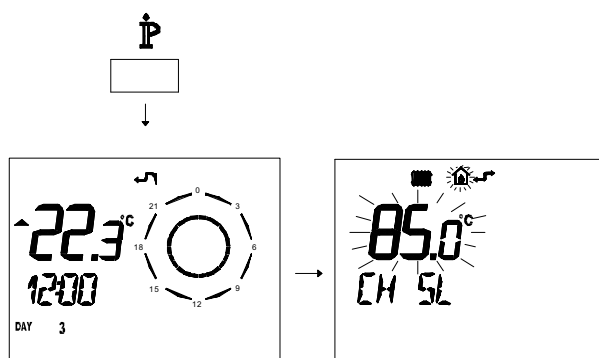

Figura 5.61
- Premere per più di 3 secondi il pulsante **P** per entrare in modalità **INFO** (Figura 5.61).